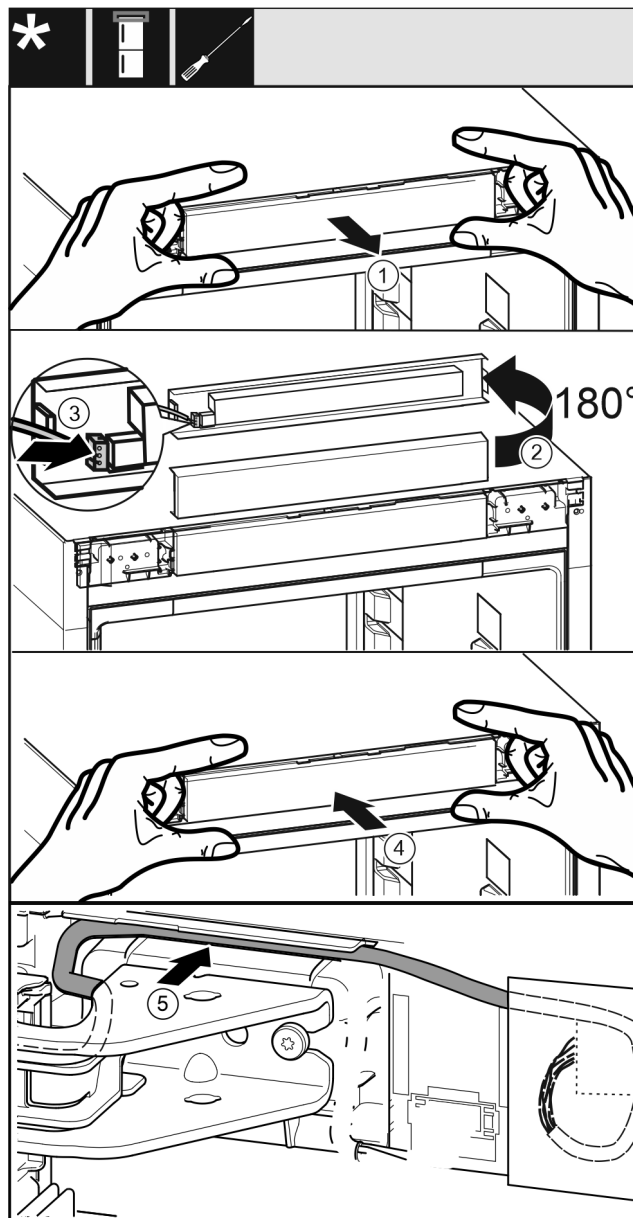

Fig. 31
- ▶ Estrarre con cautela il pannello di comando. Fig. 31 (1)
- ▶ Ruotare verso l'alto di 180° il pannello. Fig. 31 (2)
- ▶ Innestare il connettore sul pannello di comando. Fig. 31 (3)
- ▶ Reinnestare il pannello di comando sull'apparecchiatura. Fig. 31 (4)
- ▶ Posare con cautela il cavo grigio nella guida sopra il blocco di supporto superiore. Fig. 31 (5)